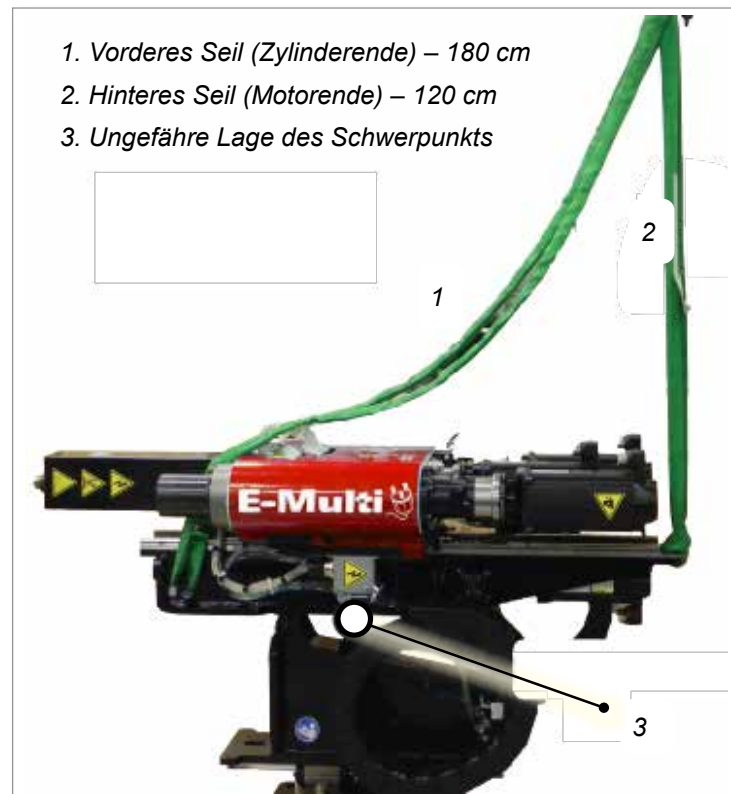

Abbildung 11-2 Anschlagpositionen des E-Multi-Radial-Vertikalträgers (in horizontaler Ausrichtung) und die ungefähre Lage des Schwerpunkts.
3. Befestigen Sie die Seile am Gerät wie in Abbildung 11-2, Abbildung 11-3 und Abbildung 11-4 gezeigt. Verwenden Sie die in der Kiste enthaltenen Seile. Beachten Sie den ungefähren Schwerpunkt.